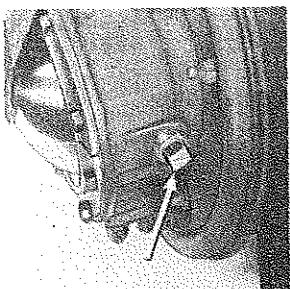

Fig. 11
- f. Kontroller oliestanden i styrekuglerne og fyld op, hvis det er nødvendigt. Olie skal nå til påfyldningshullets kant. (fig. 11)